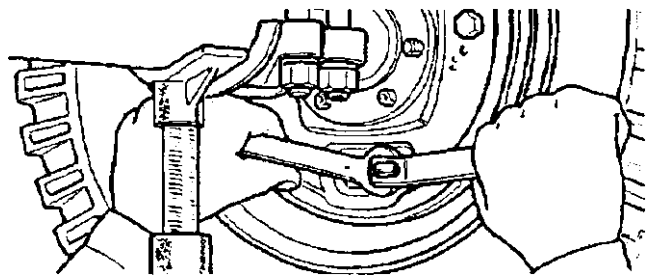

Рис. 13.12. Регулировка тормозных колодок заднего колеса опорными пальцами
3. Нажимая на педаль с постоянным усилием 120-150 Н (12-15 кгс), поверните опорные пальцы так, чтобы концы колодок со стороны пальцев упирались в тормозной барабан (рис. 13.12). Момент соприкосновения колодок с барабаном определите по увеличению сопротивления при поворачивании опорного пальца. В этом положении затяните гайки опорных пальцев, следя за тем, чтобы при этом не повернулись пальцы. Момент затяжки гаек 43-61 Н · м (4,3 - 6,1 кгс · м).